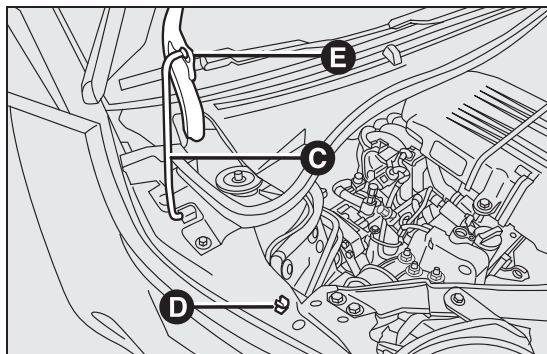

fig. 61
- ☐ til de motorkap op en trek gelijktijdig de steunstang C fig. 61 uit de vergrendeling D; steek vervolgens het uiteinde van de stang in de zitting E op de motorkap (grote opening) en zet hem in de veiligheidsstand (kleine opening), zoals aangegeven in de afbeelding.
- ☐ houd de motorkap met één hand omhoog, trek met de andere hand de stang C fig. 61 uit de zitting E en zet hem terug in de vergrendeling D